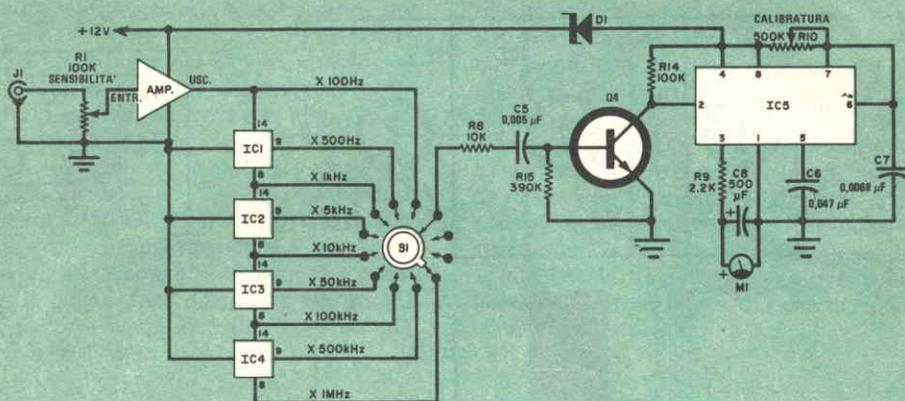

Fig. 1 - Per le varie portate dello strumento, vengono usati contatori TTL.
**Il circuito** - Lo schema del misuratore EPUT è riportato nella *fig. 1*, mentre nella